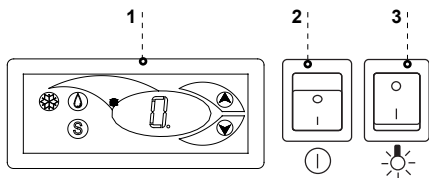

Рис.8 Пульт управления
- Включить кнопку главного выключателя Рис.8/2 (стр.31), что вызовет подключение регулятора температуры, а затем агрегата оборудования
- На пульте термостата Рис.8/1 (стр.31) установить температуру (подробности обслуживания на стр.35 или 36)
- Включить кнопку освещения Рис.8/3 (стр.31)